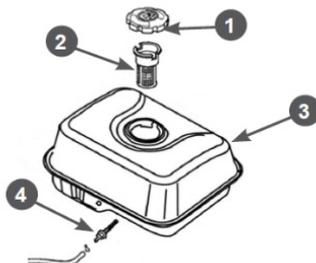
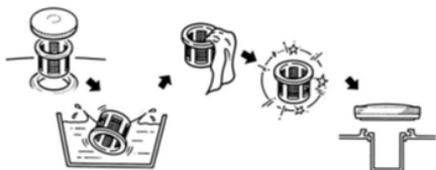

Рис. 19 Обслуживание топливных фильтров
Рис. 20 Обслуживание фильтра топливного бака
В топливном баке установлены два сетчатых топливных фильтра. Один фильтр устанавливается в заливной горловине топливного бака. Второй фильтр конструктивно объединен со штуцером топливного бака и установлен внутри бака (Рис. 19).
Топливный фильтр 2 (Рис. 19), установленный в горловине бака, проверяйте при каждой заправке бака топливом. При необходимости вынимайте сетчатый фильтр из бака и производите его очистку (Рис. 20). Регулярно проверяйте целостность сетчатого фильтра, при обнаружении механических повреждений замените сетчатый фильтр.
Через каждые 300 часов работы необходимо производить очистку топливного бака от грязи и конденсата. Одновременно с очисткой топливного бака необходимо проверять и очищать фильтр 4, установленный внутри бака (Рис. 19). Поврежденный или сильно загрязненный фильтр необходимо заменить.
3. Выкрутите из топливного бака выходной штуцер 4 и произведите его очистку (Рис. 19). Внимательно осмотрите сетчатый фильтр. При обнаружении механических повреждений замените штуцер топливного бака.